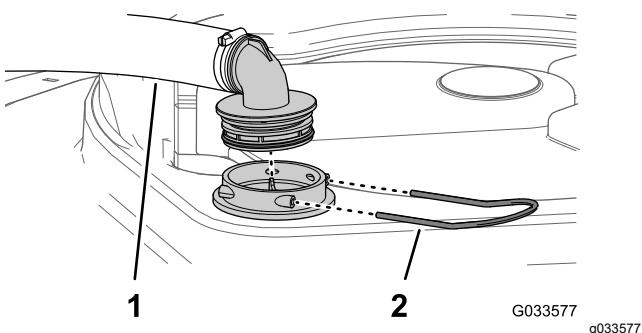

Figura 88
2. En la parte superior del depósito de fumigación, retire la horquilla de retención que sujetla el acoplamiento que está conectado a la manguera grande y al alojamiento del filtro (Figura 88).
3. Retire la manguera y el acoplamiento del alojamiento del filtro (Figura 88).